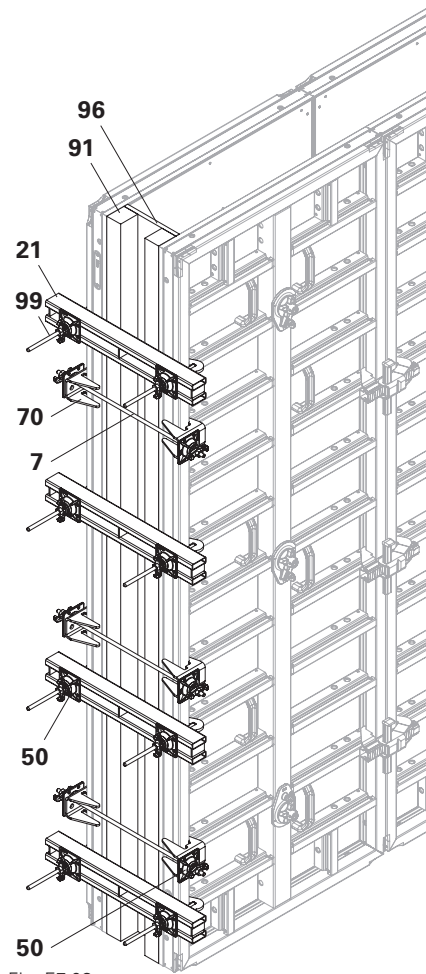
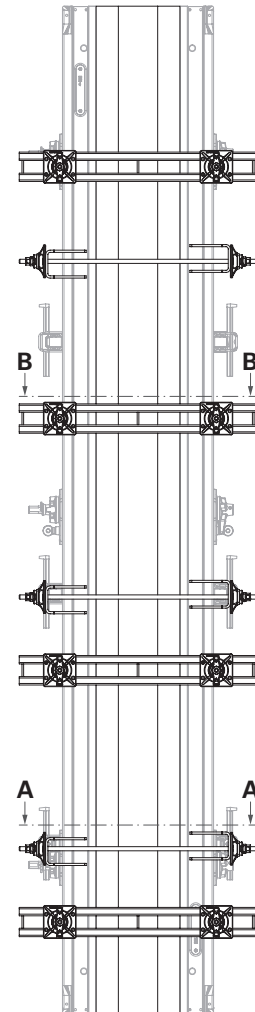

Fig. E7.03
Fig. E7.04
- Shown: 360x120 (Fig. E7.03 + Fig. E7.04)